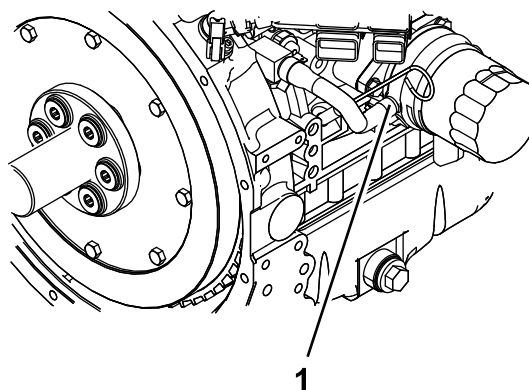

Figura 57
6. Retire la manguera de refrigerante del enfriador de aceite y vacíe el refrigerante del bloque motor (Figura 57).